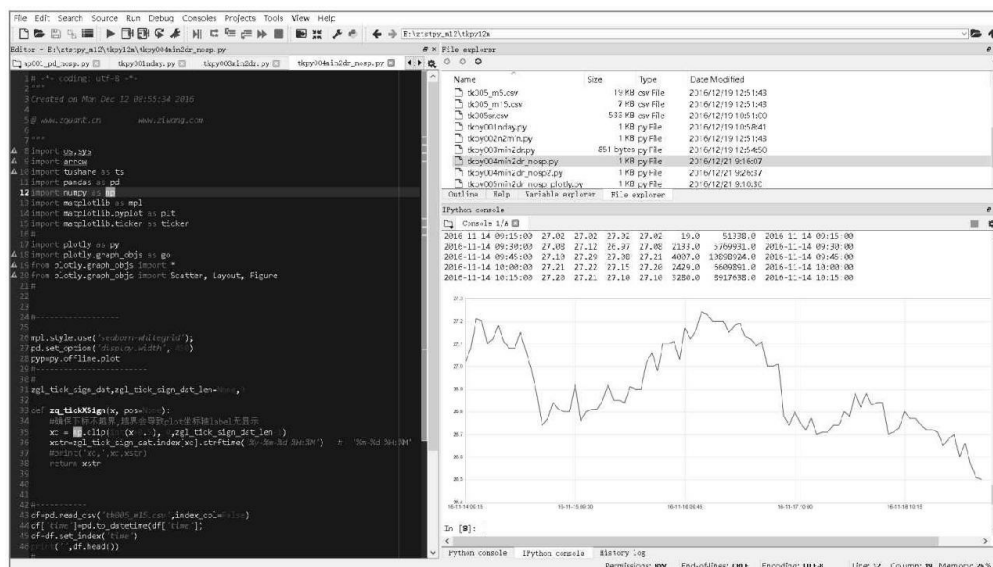

图1-8 Spyder工作界面
- Spyder默认界面布局，如图1-8所示，类似MATLAB，集中了代码编辑，项目管理，变量检查与图形查看等多种功能，这种界面布局也是金融工程、量化分析行业的标准工作界面。